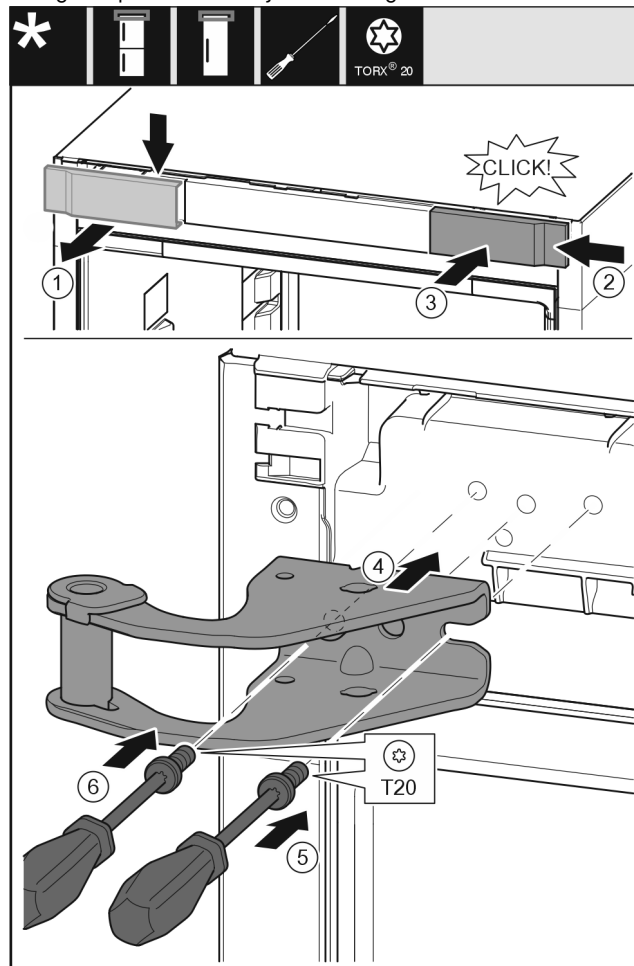

Fig. 11
- ▶ Skinite pokrov odozgo prema naprijed. Fig. 11 (1)
- ▶ Objesite pokrov okrenut za 180° na drugoj strani s desne strane. Fig. 11 (2)
- ▶ Pustite da pokrov uskoči. Fig. 11 (3)
- ▶ Postavite gornji podložak ležaja. Fig. 11 (4)
- ▶ Odvijačem T20 umetnite i pritegnite vijak. Fig. 11 (5)
- ▶ Odvijačem T20 umetnite i pritegnite vijak. Fig. 11 (6)